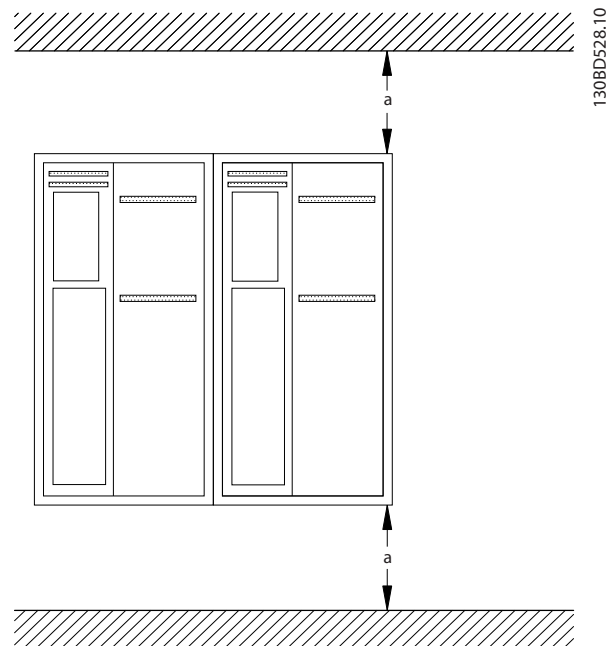

Рисунок 3.4 Свободное пространство для охлаждения верхней и нижней части устройства
- В верхней и нижней части преобразователя следует оставить зазор для доступа воздуха для охлаждения. Требования к зазорам для циркуляции воздуха см. в *Рисунок 3.4*.